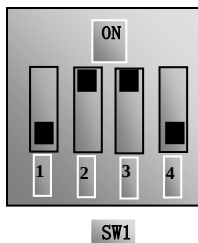
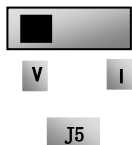

图 5-4
图 5-5
(5) 对于 EM30 系列变频器控制端子排附近有一个四位拨码开关 SW1，如图 5-4 所示。拨码开关选择模拟量输入端子 AI1、AI2 输入范围（0~5V/0~10V/0~20mA）；通过 F203 选择输入通道，通过 F438、F439 设置输入信号类型为电压信号还是电流信号。出厂时拨码开关的位置如图 5-4，即 AI1 为 0~10V 输入，AI2 为 0~20mA 输入；具体拨码开关的位置与调速方式详见下表 5-2。
(6) 闭合 DI3 开关，电机开始正向运转；
(7) 在运行中，可调节设定电位器，修改变频器当前设定频率；
(8) 在运行中，断开 DI3 开关，再闭合 DI4 开关，电机运行方向改变；
(9) 断开 DI3 开关和 DI4 开关，电机减速，直到停止运行；
(10) 断开空气开关，变频器断电。
(11) EM30 有两路模拟量输出端子 A01、A02，A01 端子既可以输出电压信号也可以输出电流信号，A02 只能输出电流信号，电压电流输出选择开关是 J5，出厂时拨码开关的位置如图，即 A01 为 V，如图 5-5，输出关系如表 5-3；